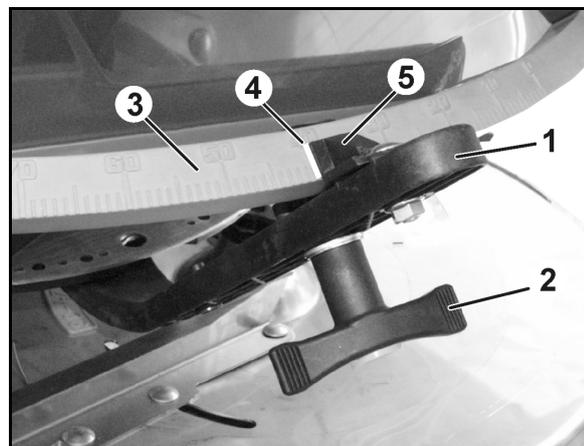

Fig. 60
2. Flügelmutter (Fig. 60/2) lösen.
3. Die erforderliche Schieberstellung auf der Skala (Fig. 60/3) aufsuchen.
4. Die Ablesekante (Fig. 60/4) vom Stellhebelzeiger (Fig. 60/5) auf den Skalenwert einstellen.
5. Flügelmutter (Fig. 60/2) wieder fest anziehen.